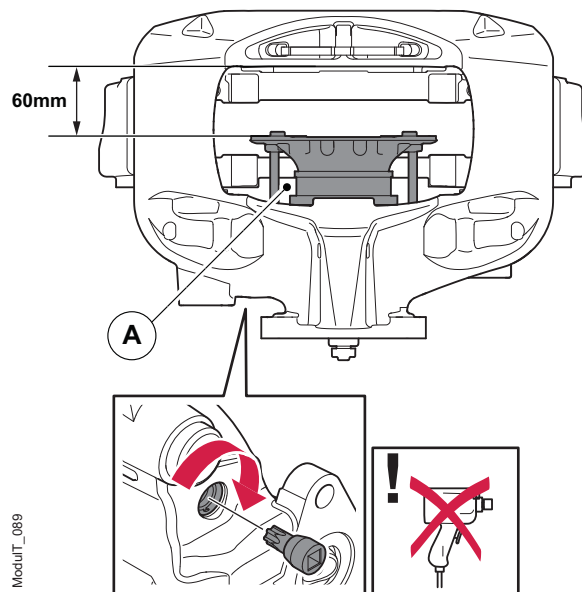

Figura 28. Extensión máxima a la hora de comprobar el guardapolvos de la placa de empuje
2. Utilice la herramienta especial Haldex P/N95232 (Torx 55) para girar manualmente el eje de reposición en sentido de las agujas del reloj de forma que la placa de empuje (A) se extienda y pueda verse el guardapolvos. Pare cuando la distancia entre la cara de la pastilla interior de la placa de empuje y la cara de la pastilla exterior de la pinza sea de 60 mm; véase la figura 28.